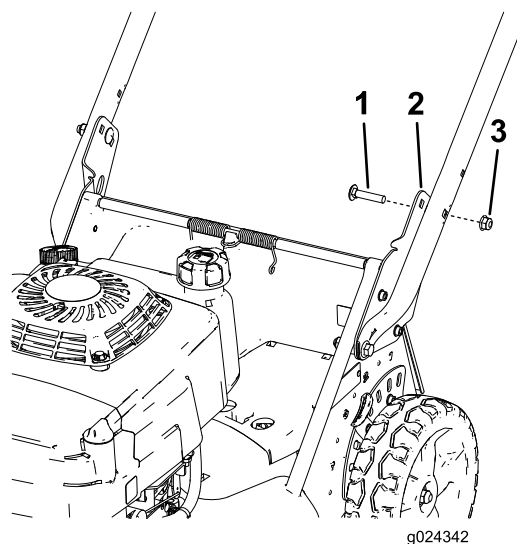

Figura 6
2. Staffa della stegola (2)
6. Fissate la stegola sulle staffe all'altezza desiderata con 2 bulloni a testa tonda (5/16" x 1½") e 2 dadi flangiati (5/16") come mostrato in Figura 6.